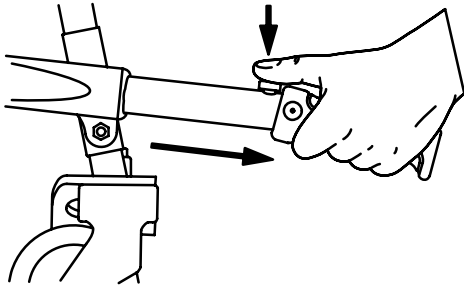

Figura 6 – Impugnatura di sollevamento lato piedi
2. Operatore lato piedi: Premere i tasti di rilascio rossi per estendere le impugnature di sollevamento sul lato piedi e tirarle fino a quando si arrestano (Figura 6). Rilasciare i pulsanti per bloccare le impugnature.